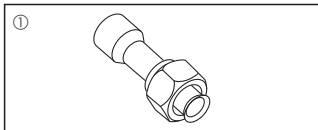

Fig. 1-1
1.6. Εξαρτήματα εξωτερικής μονάδας (Fig. 1-1)